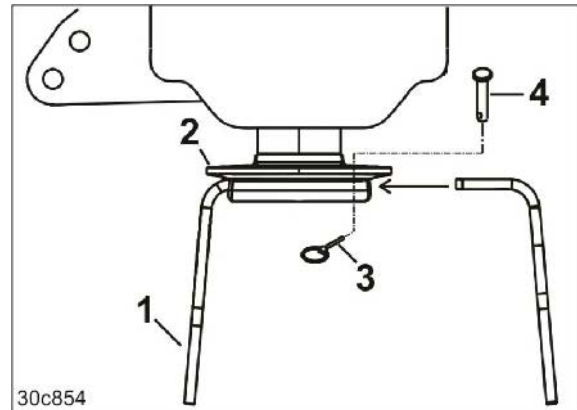

Bild 67
Harvpinnarna (Bild 67/1) sitter fästade i fickorna på pinnhållarna (Bild 67/2).
1. Dra loss låssprinten (Bild 67/3) från bulten (Bild 67/4).
2. Knacka ut bulten (Bild 67/4) uppåt ur pinnhållaren.